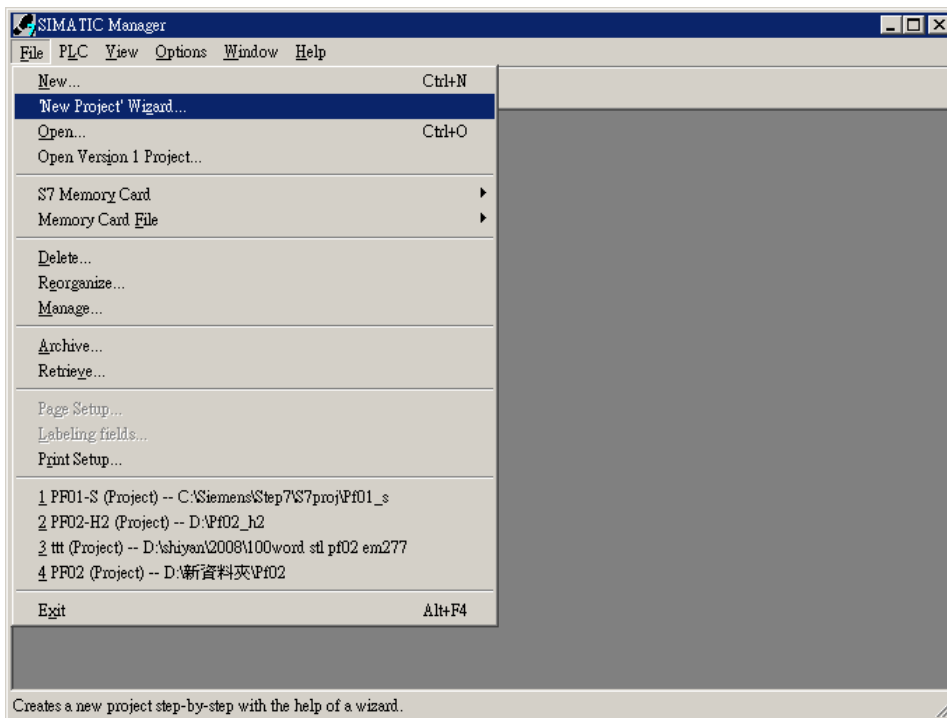

图 10-3
2. 选择“File”>>“New Project Wizard”，如图 10-3 所示。